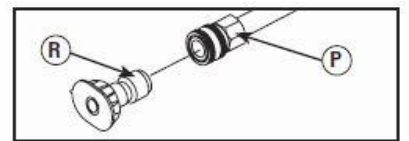

Fig. 11
5. Elija la puntas de rociado (R) que desee utilizar, tire hacia atrás del anillo de la extensión de punta (P), inserte la puntas de rociado y suelte el anillo. Tire de la puntas de rociado para comprobar que está bien montada. (See Fig. 11)